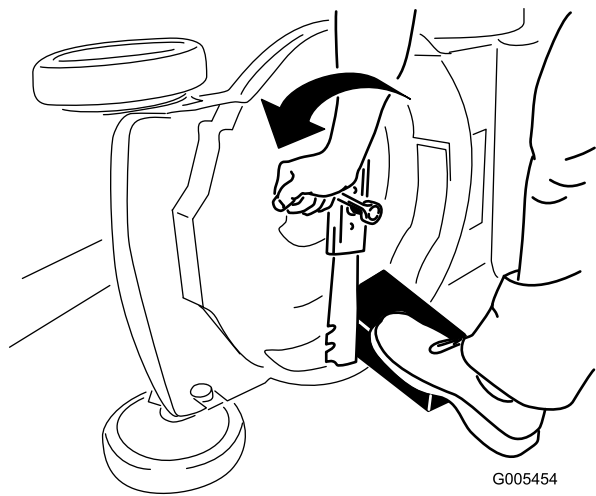

Figure 20
3. Immobilisez la lame avec un morceau de bois (Figure 20).
4. Déposez la lame mais ne jetez pas les fixations (Figure 20).